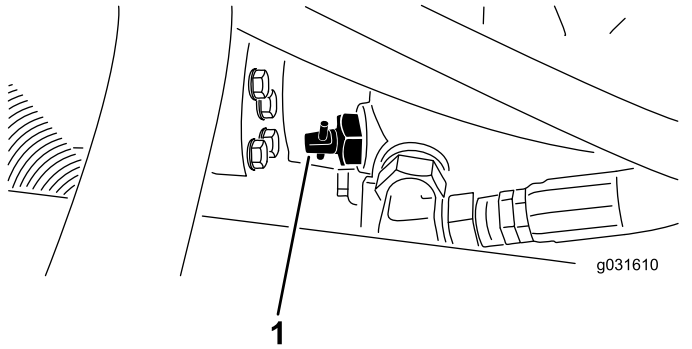

Figura 28
1. Localice la válvula de desvío en la bomba y gírela 90° (Figura 28).